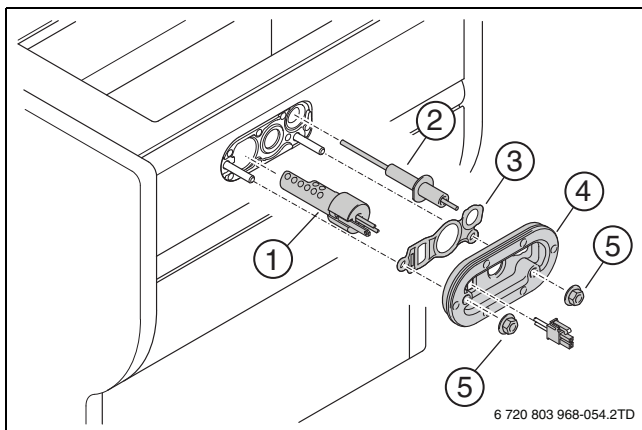

Fig. 59 Cambio del dispositivo de encendido
- ▶ Reemplazar cada 4 años la junta (→ fig. 59, [3]) y la placa de recubrimiento con junta (→ fig. 59, [4]).